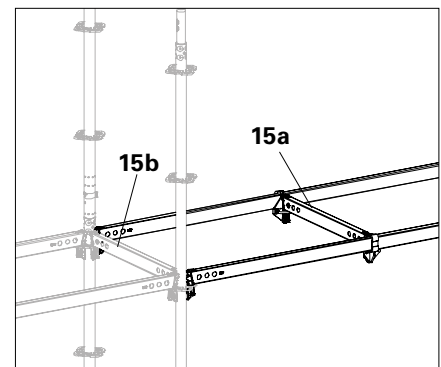

Abb. A11.07d
- Aufgrund erhöhter Lastanforderungen sind die Montagetoleranzen sehr gering. Bei der Montage eines beidseitig gehaltenen Horizontalriegels (**15a**) die dazu parallel verlaufenden Horizontalriegel (**15b**) zuletzt festschlagen. (Abb. A11.07d)